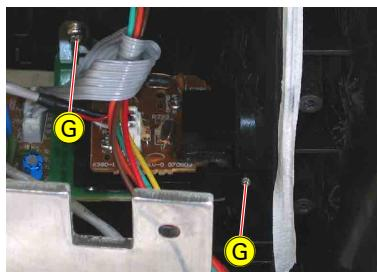

Fig. 5
- 2 Schrauben **(G)** (Fig. 5) herausdrehen.
- Undo 2 screws **(G)** (Fig. 5).